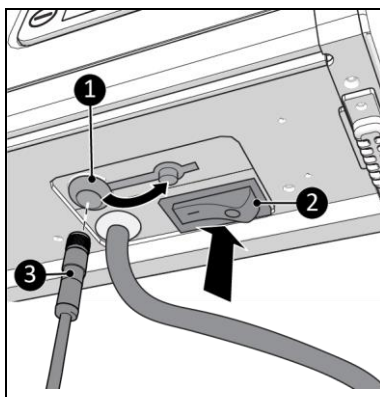

Figura 11
1. Asigurați-vă că comutatorul PORNIT/OPRIT se află în poziția OPRIT (Figura 11, poz. 2).
2. Cuplați conectorul senzorului de temperatură (Figura 11, poz. 23 la mufa senzorului (Figura 11, poz. 1).